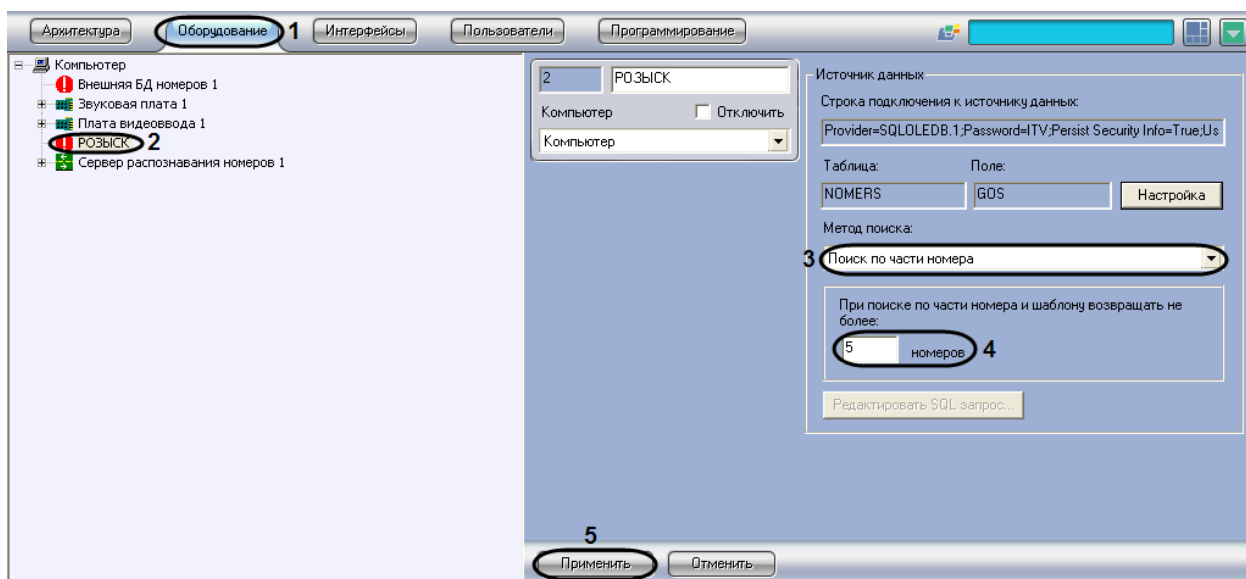

Рис. 7.6—11. Выбор метода поиска «Поиск по части номера» или «Поиск по шаблону»
2. Выбрать в дереве объект «Внешняя БД номеров» (Рис. 7.6—11, 2).
3. Из списка «Метод поиска» выбрать значение «Поиск по части номера» или «Поиск по шаблону» (см. Рис. 7.6—11, 3).
4. В поле «При поиске по части номера или шаблона возвращать не более ... номеров» ввести максимальное количество номеров, возвращаемое при поиске по части номера или номерному шаблону во внешней базе данных номеров (см. Рис. 7.6—11, 4).